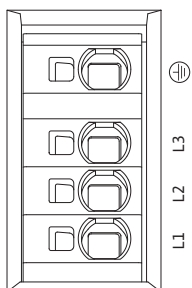

Fig. 33: Jaudas spailes (elektrotīkla pieslēguma spailes)
- Jaudas spailes (tīkla pieslēguma spailes) (Fig. 33)